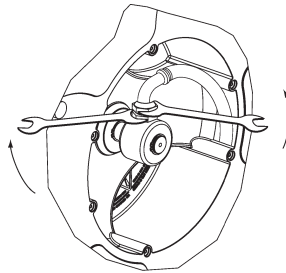

FIG 16.
2. Unscrew the hose from the swivel using two spanners (Fig. 16).
2. Lossa slangen från rullen med hjälp av två fasta nycklar (Fig. 16).